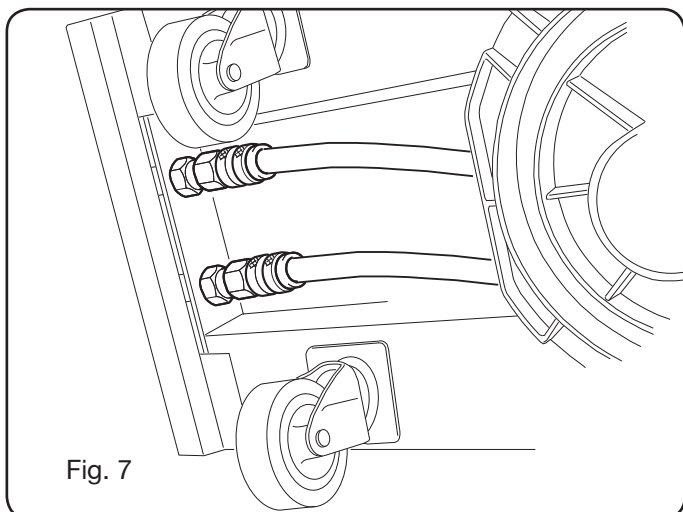

Fig. 7
- Slangarna för kylvätskan måste anslutas till snabbkopplingarna under trådmatarens botten (se Fig. 7) genom att följa färgerna som finns på trådmatarens främre del.